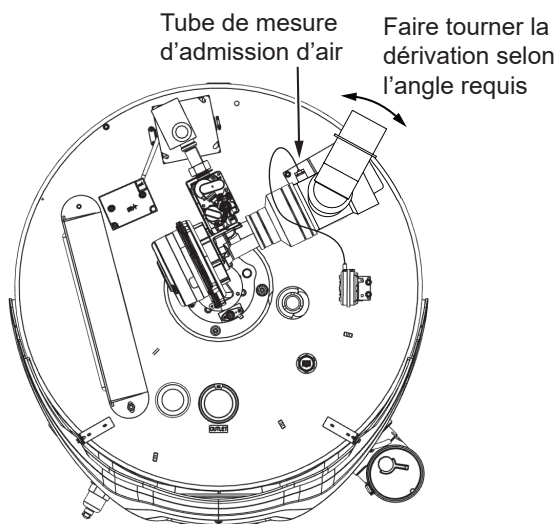

Figure 30. Rotation de l'ensemble té d'entrée et dérivation
2. Détacher le tube de mesure du contacteur d'admission d'air. Voir **Figure 30** (page 35) son emplacement.